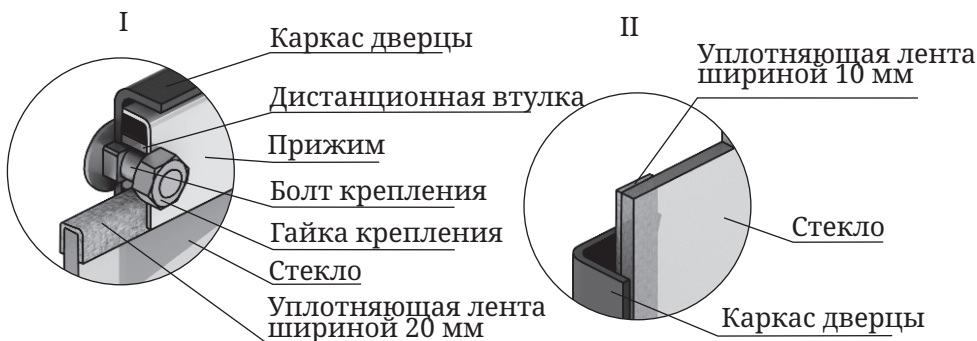

Рисунок 12. Крепление светорозрачного экрана дверцы модификации «Люмина»
1. Открутите две гайки, фиксирующие прижим (рисунок 12.I), и демонтируйте его и дистанционные втулки.
3. Возьмите новое стекло, если на нем нет уплотняющих лент, наклейте их: лента шириной 20 мм наклеивается сверху и снизу стекла «П»-образно (рисунок 12.I), лента шириной 10 мм наклеивается вертикально, вдоль боковых сторон стекла (рисунок 12.II).
4. Вставить стекло в упор, при этом лента наклеенная с боковых сторон (вертикальная) должна быть зажата между стеклом и каркасом дверцы (рисунок 12.II).